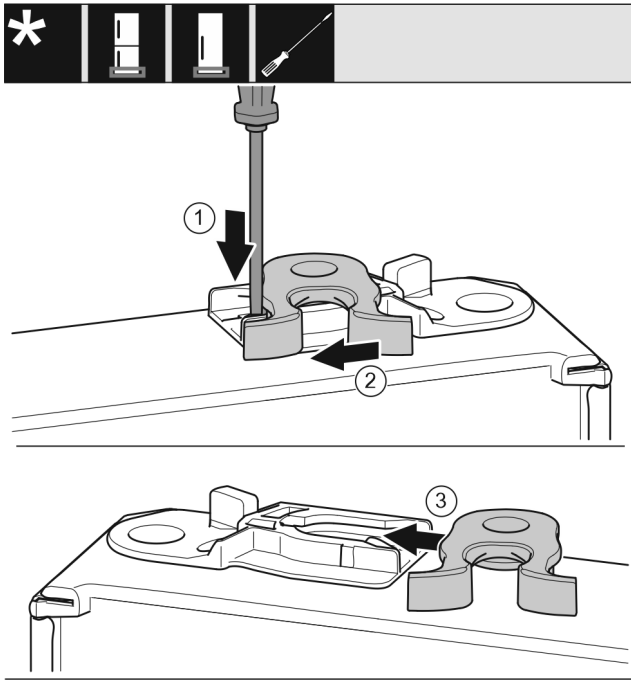

Fig. 18
- ▶ Lasche mit Schlitzschraubendreher nach unten drücken. Fig. 18 (1)
- ▶ Schließhaken aus Führung ziehen. Fig. 18 (2)
- ▶ Schließhaken auf anderer Seite in Führung schieben. Fig. 18 (3)